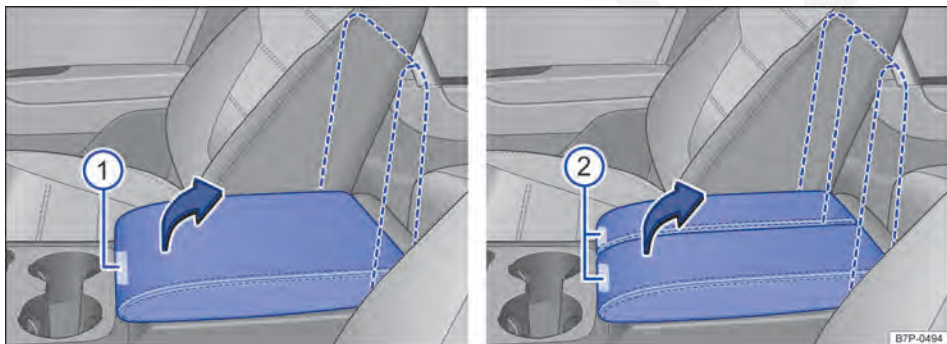

Fig. 146 No descanso-braço central dianteiro: abrir o porta-objetos.
Para *abrir*, pressionar o botão ⇒ Fig. 146 ① ou ② e elevar totalmente o descanso-braço central ou a parte do descanso-braço central no sentido da seta.